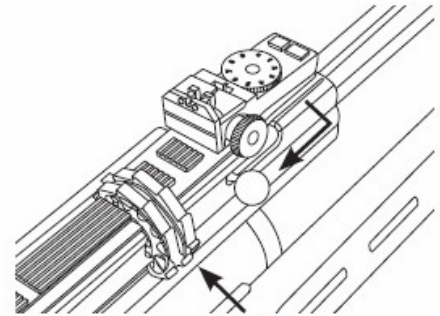

Fig. 10
4. Empurre para frente à liberação do carregador e insira o carregador. (Fig.10). Se necessário rotacione o carregador no sentido anti-horário até que não seja mais possível rotacionar o carregador.